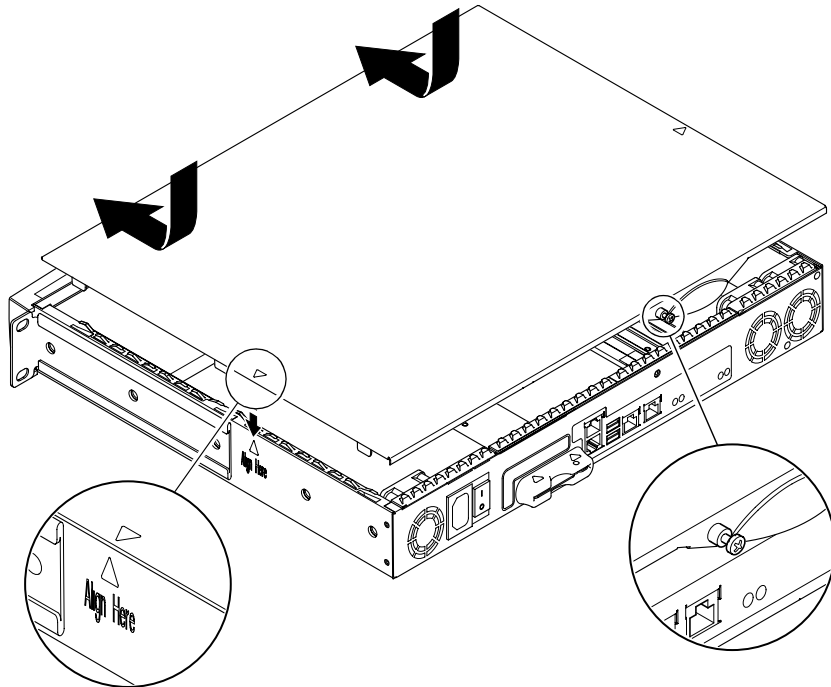

ABBILDUNG 8-4 Aufsetzen der oberen Abdeckung
6. Setzen Sie die Systemabdeckung wieder auf, und ziehen Sie die Sperrschraube wieder an (siehe ABBILDUNG 8-4).